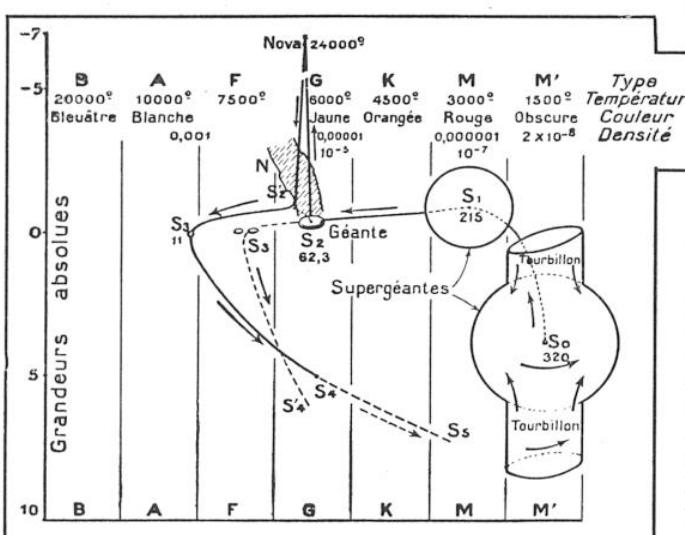

FIG. 2. — SCHÉMA DE LA PRÉHISTOIRE DU SOLEIL MONTRANT SA LIGNE DE VIE  $S_0 S_1 S_2 S'_3 S_4 S_5$
phases principales de la préhistoire du Soleil : il suffit de les joindre par une « ligne de vie »  $S_0 S_1 S_2 S_3 S_4$  (fig. 2), qui suivra le diagramme de Russel, où les grandeurs absolues (1) sont en ordonnées, et les types *B A F G K M* d'étoiles et leurs températures figurent en abscisses.